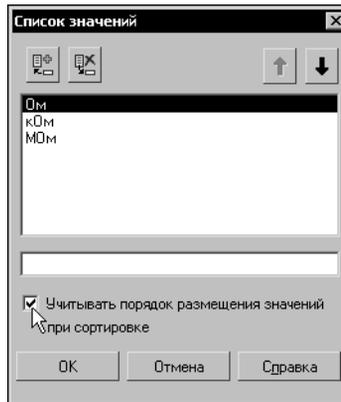

Рис. 21.10.
- 2.1. При вводе списка значений для седьмой колонки расположите строки в порядке: Ом, кОм, МОм (рис. 21.10). При необходимости воспользуйтесь кнопками **Переместить значение в списке вверх** и **Переместить значение в списке вниз**, находящимися над списком.